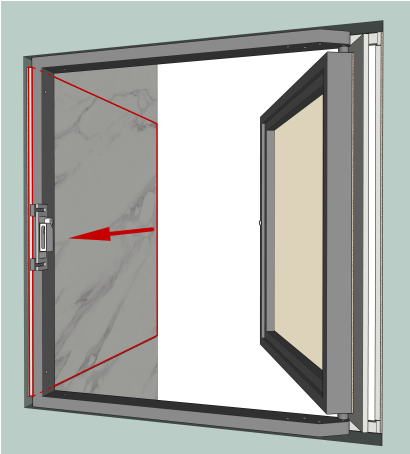
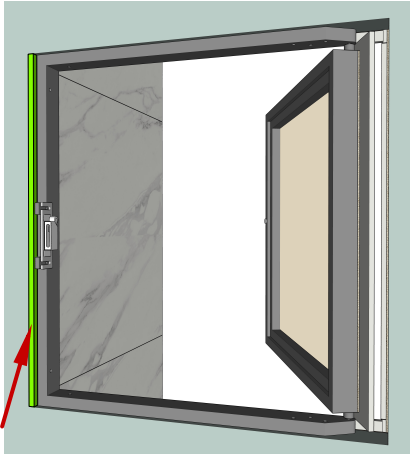

Рис. 15
Рис. 16
1. При подготовке проёма для данного люка необходимо запустить плитку с перпендикулярной стены в проём (Рис.15) или нарастить эту стену в один уровень с плиткой на стене (Рис.16).